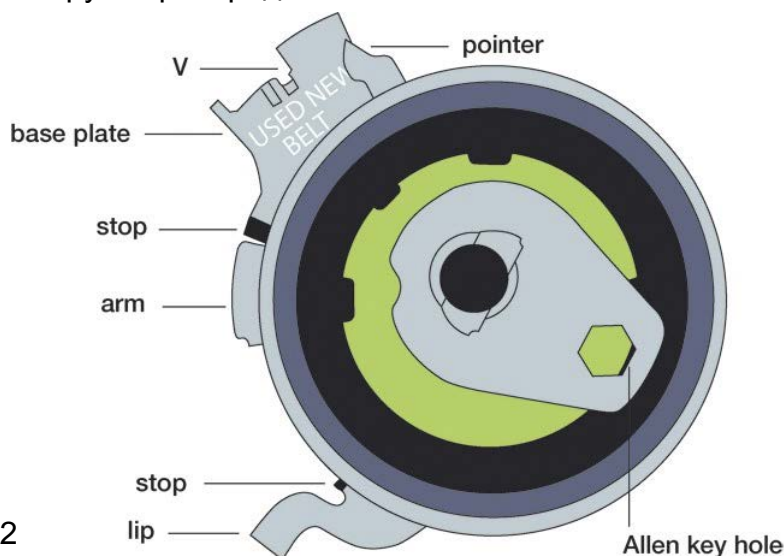

Рис. 2
- Поверните натяжитель (при помощи ключа-шестигранника) против часовой стрелки (удерживая болт на месте) до тех пор, пока указатель (pointer) не будет на одной линии (не дальше) с правой кромкой опорной планки (base plate) (Рис. 2)